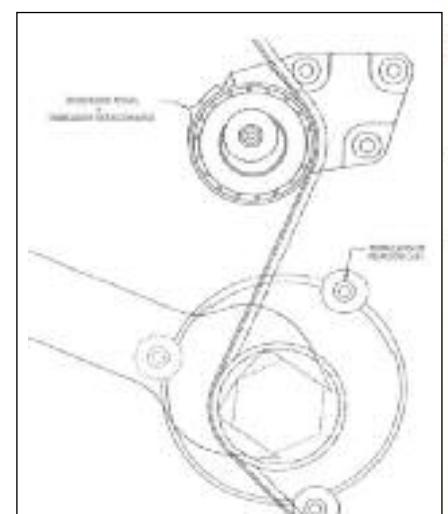

Figura 6: tensor en posición nominal.
9. Continúe girando el cuerpo de la bomba de agua hasta que el Indicador Móvil\* se alinee con el Indicador FIJO\*\* sobre el conjunto soporte del tensor, luego ajuste los tres tornillos de sujeción (25Nm) alrededor del cuerpo de la bomba de agua (Ver Figura 6).